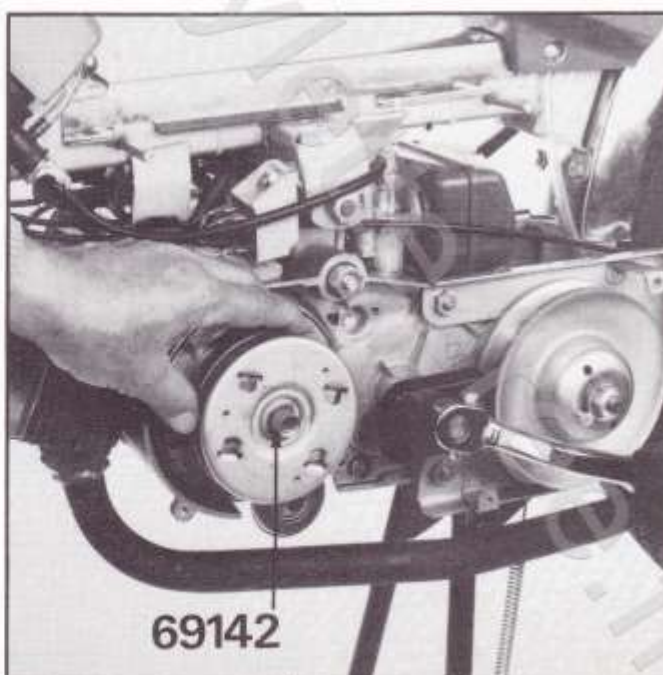

Fig. 32
- Enlever l'écrou (W) et visser en bout de vilebrequin la douille de maintien 69142 (fig. 32),